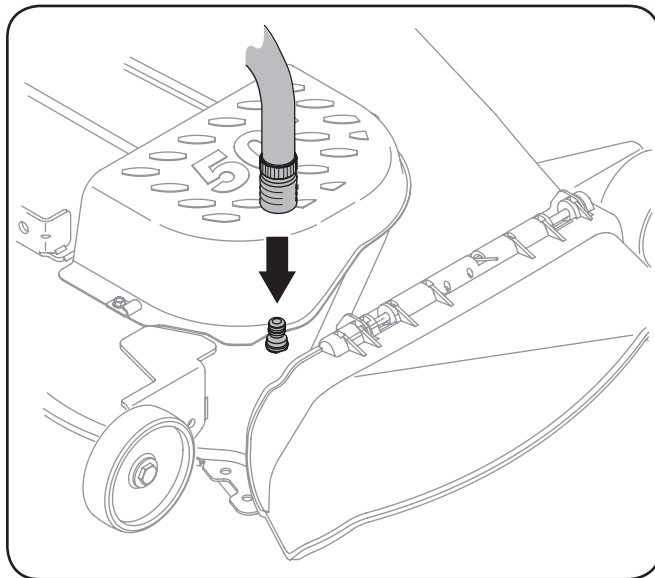

Figura 6-2
4. Una el acople de la manguera al puerto de agua que se encuentra en la superficie de la plataforma. Vea la Figura 6-2.